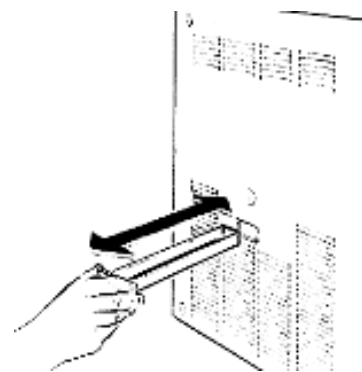

Fig. 15
- Rimuovere il cassetto laterale come indicato in Fig. 15 e verificare l'eventuale presenza di gocciolamento dovuto a condensa, ricordando di rimontarlo una volta effettuato il controllo.